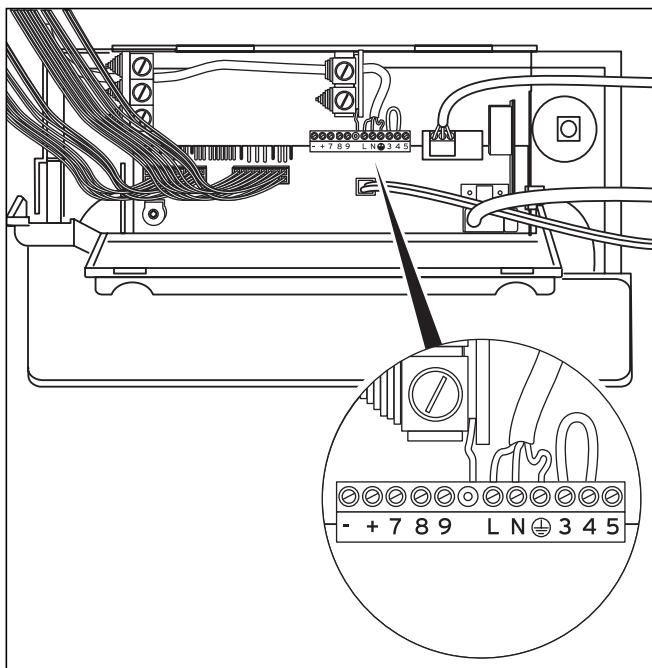

Fig. 5.11 Exemple de câblage
- Connectez les câbles de raccordement aux bornes à vis correspondantes du système électronique conformément au tabl. 5.1 et à la fig. 5.11.